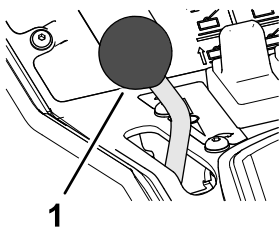

**Figura 6**
- Per aumentare il regime del motore, spostate la leva di comando dell'acceleratore (Figura 6) in avanti.